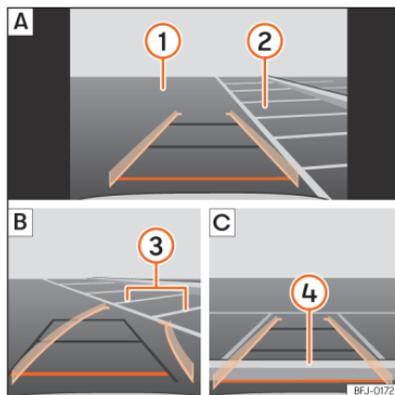

Abb. 156 Anzeige auf dem Bildschirm des Infotainment-Systems: Einparken mit dem Rückfahrassistenten.
Legende zur >>> **(Abb. 156):**
- Bringen Sie das Fahrzeug vor die Parklücke >>> **(Abb. 156)** **2** **A**.